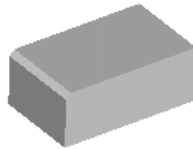

图 5.12.2 边倒角
- **边倒角 (E)...**: 边倒角是在选定边处截掉一块平直剖面的材料, 以在共有该选定边的两个原始曲面之间创建斜角曲面, 如图 5.12.2 所示。